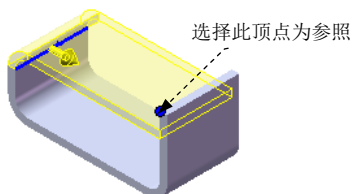

图 7.2.17 成形到一顶点
- ☑ **成形到一顶点** 选项：特征在拉伸方向上延伸，直至与指定顶点所在的面相交（此面必须与草图基准面平行），如图 7.2.17 所示。